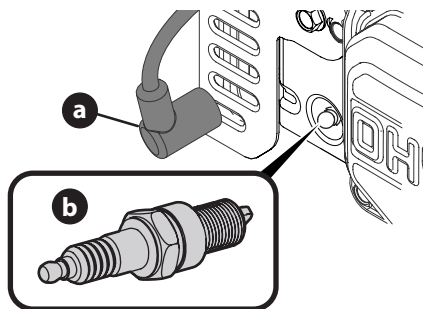

Figure 15
1. Enlevez le couvre-borne (a) de la bougie et retirez la bougie (b) avec une clé à bougie (Figure 15).